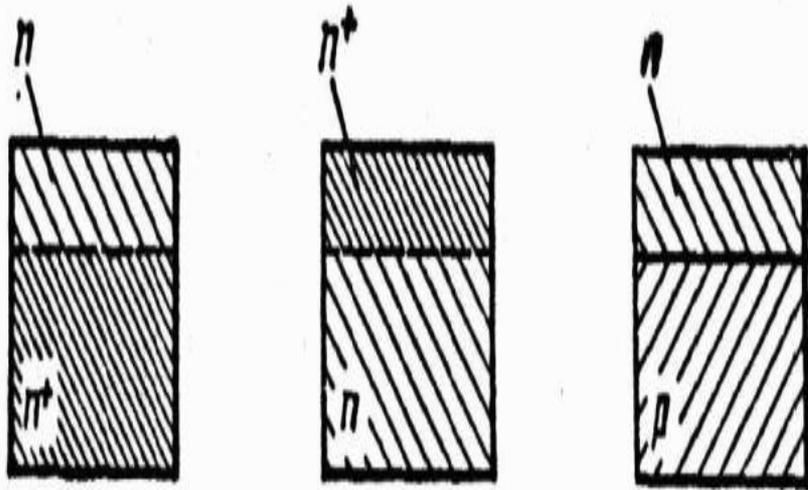

Рис.2. Примеры
- Выпрямители на диодах Шоттки предпочтительны в традиционных трансформаторных блоках питания (рис.2)